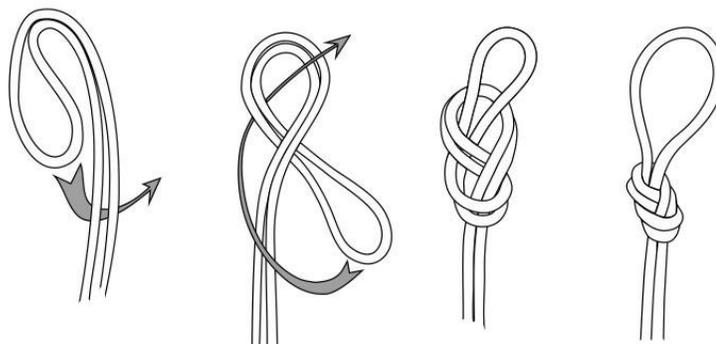

Abbildung E-12, „Doppelter 8er“ Knoten
- a. Verwenden Sie einen Knoten „Doppelte 8“, um den Betätigungsstrang am Zugstangenkarabiner zu befestigen. Siehe Abbildung E-12.